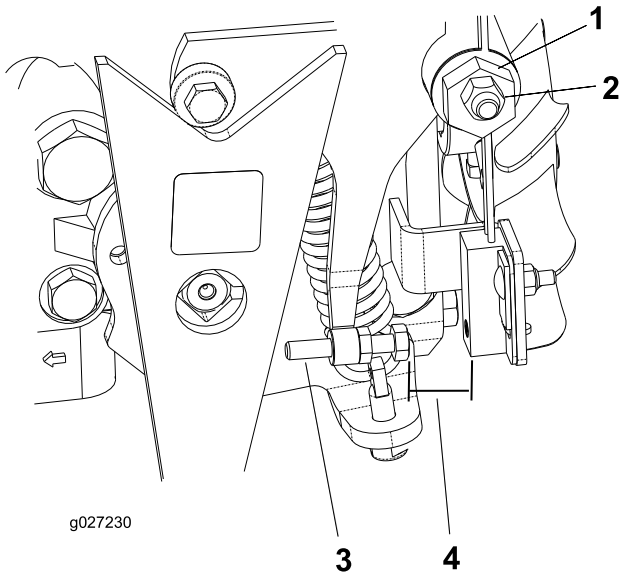

图 37
4. 拧松牵引调节凸轮上的锁紧螺母图 37。
5. 启动发动机并朝两个方向旋转凸轮六角螺栓图 37 以确定中档范围的中点。
3. 调节螺丝直至气隙为 0.82.3mm 请参阅图 37。